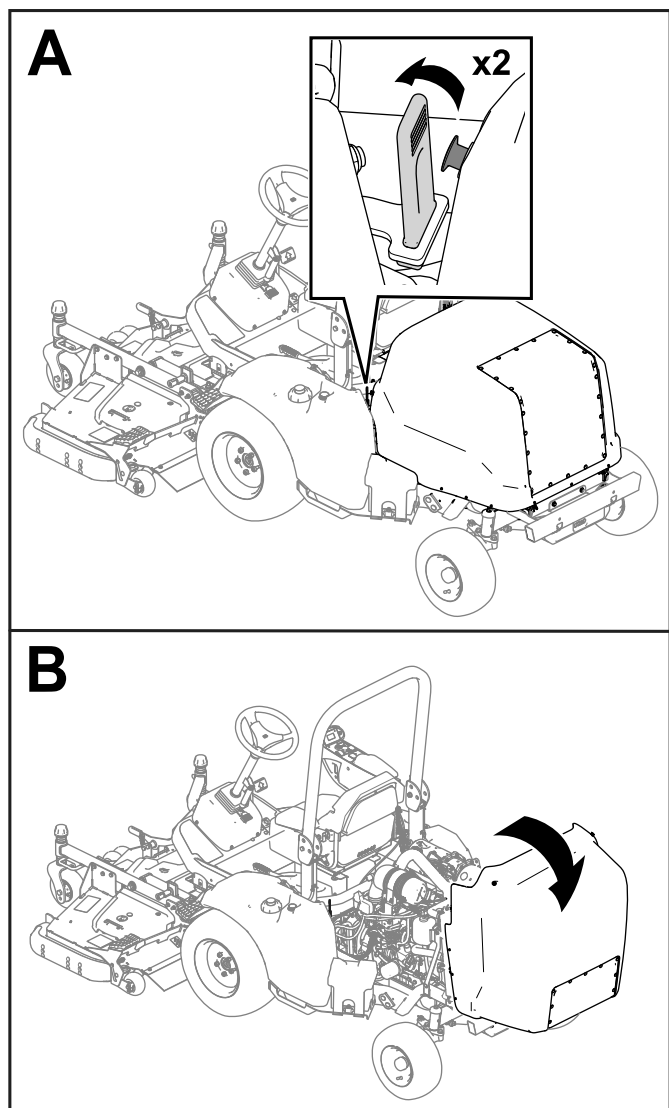

Figura 46
1. Eliberai curelele de pe fiecare parte a mainii (Figura 46).
2. Ridicai capota (Figura 46).